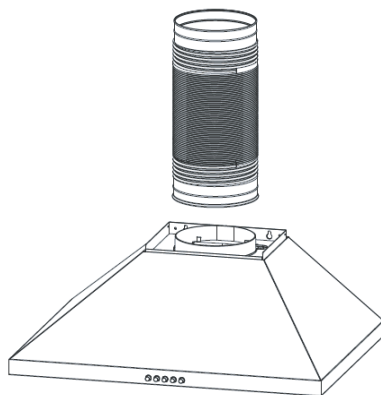

Рис. 5
3. Прикрепите вентиляционную трубу к вытяжке. (Рис. 5)